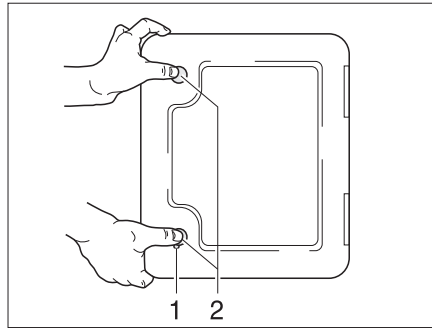

Fig. 31 Trampilla para el inodoro cassette
- Introducir la llave en el cilindro de cierre del cierre a presión (Fig. 31,1) y girarla un cuarto de vuelta.
- Presionar ambos cierres a presión (Fig. 31,2) al mismo tiempo con el pulgar y abrir la trampilla para el inodoro cassette.
- Introducir la llave en el cilindro de cierre (Fig. 31,1) y girarla un cuarto de vuelta.